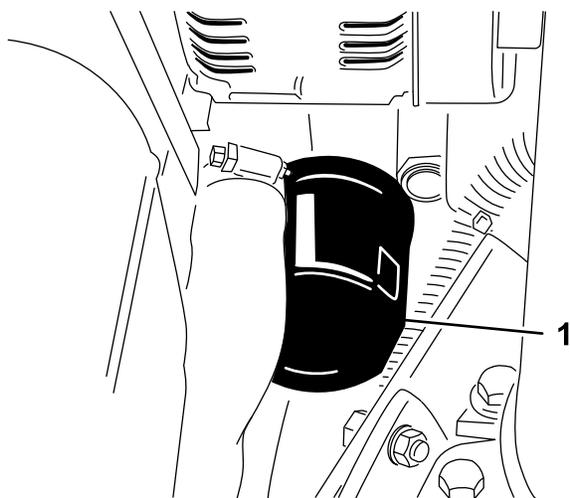

**Figura 45**
1. Retire o tampão de escoamento (Figura 45) e deixe o óleo escorrer para um recipiente adequado. Quando o óleo parar, volte a montar o tampão de escoamento.